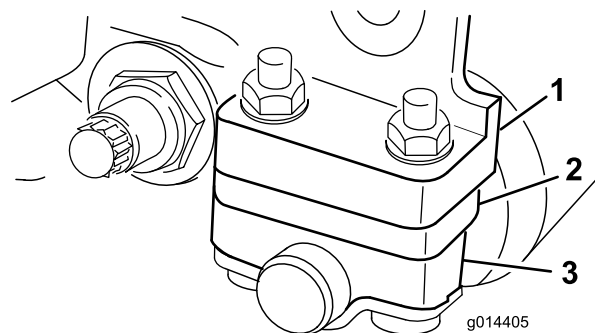
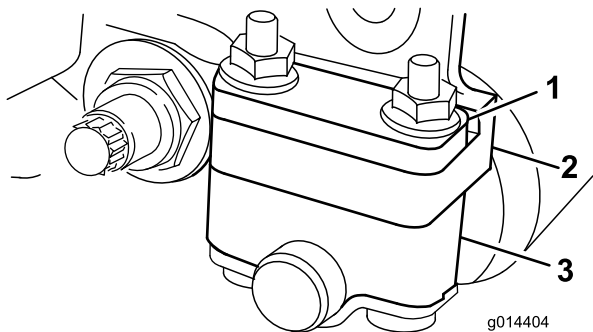

Рисунок 12
Рисунок 11
высоты скашивания находятся в диапазоне от 3 до 25 мм, как показано на Рисунок 12.
В зависимости от требуемого диапазона высоты скашивания установите кронштейны заднего ролика (Рисунок 11 или Рисунок 12) в нижнее или верхнее положение:
- При настройке высоты скашивания в диапазоне от 1,5 до 6 мм установите проставку над монтажным фланцем боковой пластины (заводская настройка), как показано на Рисунок 11.
4. Установите разделители на винты над или под кронштейнами валика, в соответствии с требуемым положением (Рисунок 11 или Рисунок 12).